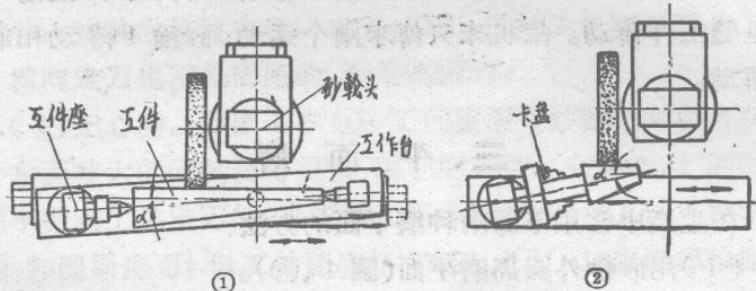

图 5
(1) 转动工作台(图5、①)。这种方法适于磨锥度不大，而且较长的工件。一般工作台只能转 $6\sim 7^\circ$ ，故只能磨锥顶角小于 $12\sim 14^\circ$ 的工件。此时的运动：砂轮转动，工件转动，纵向走刀及间断的横向进刀。
(2) 转动工件座(图5、②)。工件夹在卡盘内，只要将带卡盘的工件座转过锥角的一半，就能磨出圆锥面。这种方法适于磨锥角大、长度短的工件。
(3) 转动砂轮头(图5、③)。当磨锥度大而长的工件时，最好采用转动砂轮头的方法。此时，砂轮按工件圆锥面方向走刀，这个走刀是手动的。而磨完一遍后的横向进刀，是把工件向左移动。